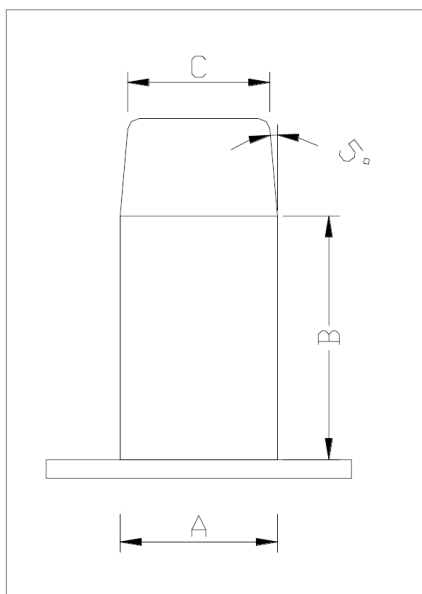

Figura 9
- Para dilatar, use el molde expansor como se muestra en la figura 9, que puede ser de metal o madera de buena calidad;